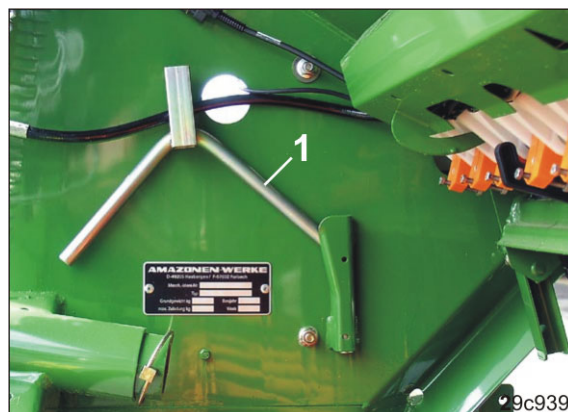

Fig. 81
10. Luați manivela (Fig. 81/1) din suportul de sub buncărul de semințe.